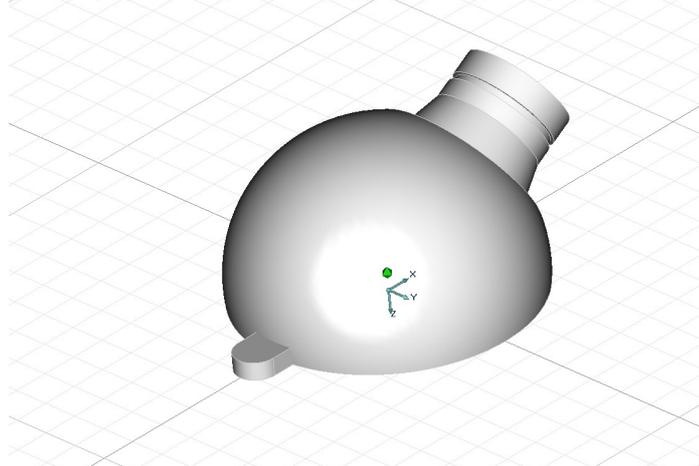

Рис. 2.21 Построение скруглений ребер на фланце.
3. В поле Радиус введите значение 5 и нажмите кнопку «ОК» или «Enter». На двух ребрах фланца будут построены скругления радиусом 5 мм (рис. 2.21).